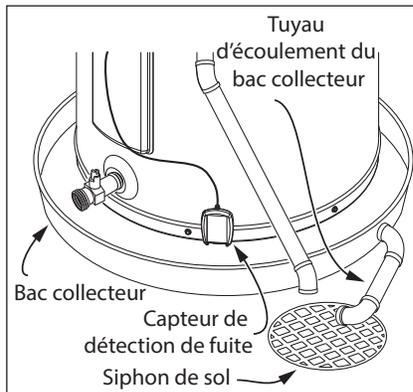

Figure 6 - Un bac collecteur adapté raccordé par un tuyau à un écoulement approprié peut permettre de protéger le plancher des fuites et égouttements.
- Bac collecteur adapté (voir Figure 6 à la page 8).
- Placer un bac collecteur adapté (en vente dans le commerce) sous le chauffe-eau (Figure 6) pour recueillir la condensation ou les fuites des raccords de tuyauterie ou de la cuve. La majorité des codes exigent, et nous le recommandons, d'installer le chauffe-eau dans un bac collecteur raccordé par un tuyau à un écoulement approprié. Le bac collecteur doit avoir au moins 51 mm (2 po) de plus en largeur que le diamètre du chauffe-eau. Installer le bac collecteur de telle sorte que le niveau d'eau soit limité à une profondeur maximale de 44 mm (1-3/4 po).
- Dans un bac collecteur adapté, raccordé par un tuyau à un avaloir de sol approprié ou à l'extérieur du bâtiment (voir Figure 6 à la page 8).